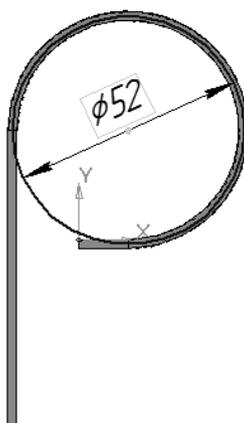

Рис. 14.15. Эскиз для операции выдавливания
2.11. На верхней узкой грани модели создайте эскиз, изображенный на рис.14.15. Для указания центра окружности используйте привязку **Центр**.